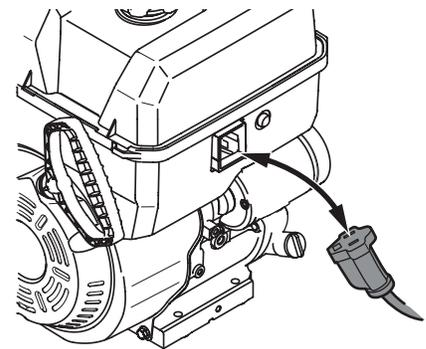

Figure 3-3
- REMARQUE** : Sur les réservoirs avec un indicateur de niveau de carburant, remplissez le réservoir jusqu'à ce que le carburant atteigne le repère « fuel full ». Voir la Figure 3-3. Tous autres réservoirs de carburant, remplissez le réservoir jusqu'à ½ po en dessous de la base du goulot de remplissage pour laisser de la place pour l'expansion du carburant. Prenez soin de ne pas remplir excessivement.
REMARQUES : Branchez toujours d'abord le cordon électrique à la prise du moteur, puis branchez-le à la prise murale. Voir la Figure 3-3.